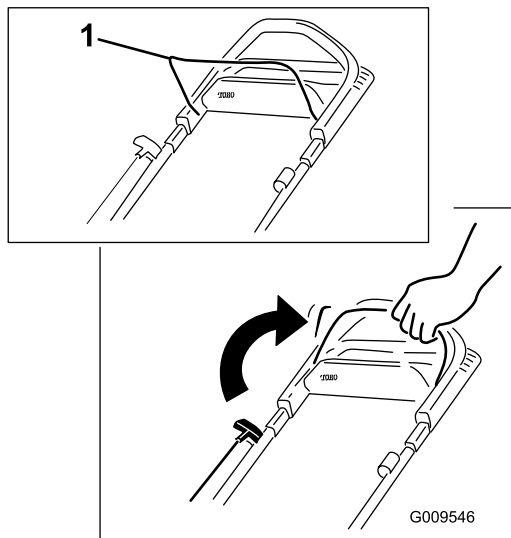

Figure 16
1. Maintenez la barre de commande de la lame contre le guidon (Figure 16).